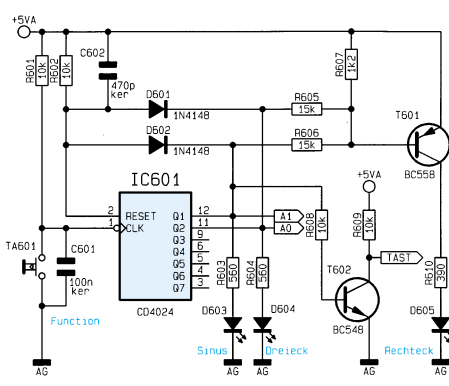

Bild 6: Schaltbild der Funktionsauswahl
- Abbildung 6: Funktionsauswahl
Funktionsauswahl (Abbildung 6)
Die Realisierung der Schaltung zur Funktionsauswahl ist in Abbildung 6 dargestellt. Die Signale „A 0“ und „A 1“ steuern, wie schon beschrieben, den Multiplexer im MAX 038. Dazu ist mit IC 601 (CD 4024) ein Zähler aufgebaut, der bei jedem Tastendruck des Tasters „Function“ um eine Stellung weiterzählt. Sind die Ausgänge Q 1 und Q 2 aktiv - dies entspricht dem Dezimalwert 4 - erfolgt über die Dioden D 601 und D 602 sowie R 602 und C 602 ein Reset.